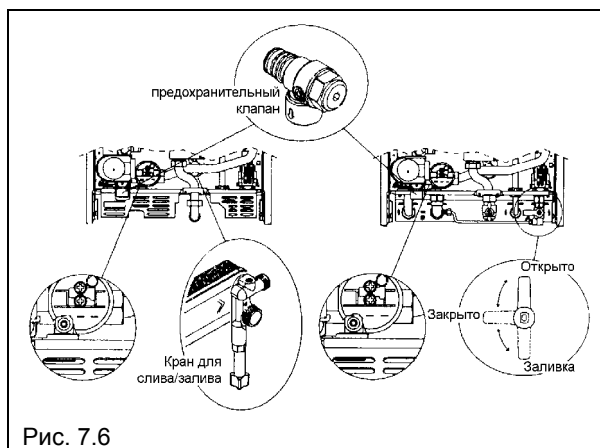
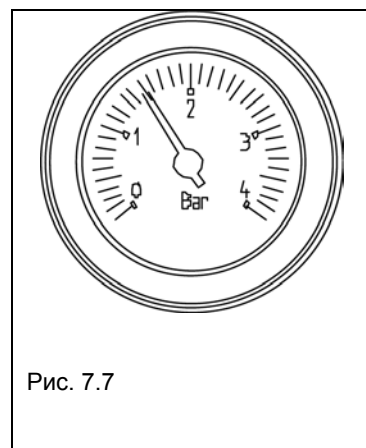

Рис. 7.6
Рис. 7.7
- переведите ручку вентиля на входе холодной воды в положение «caricamento» (заливка) (рисунок 7.6), он должен находиться в этом положении до тех пор, пока расположенный на панели управления манометр (рисунок 7.7) не начнет показывать давление от 0,6 до 1,5 бар.
- после этого переведите рукоятку вентиля на входе воды (рисунок 7.6) в положение «aperto» (открыто);
- переведите ручку вентиля на входе холодной воды в любое положение кроме «заливка» (либо на «открыто» либо на «закрыто») (рисунок 7.6);
- открутите гайку предохранительного клапана (рисунок 7.6) до тех пор, пока из системы не сольется вода;
- поверните кран для заливки воды, который находится справа под опорой гидравлического узла (рисунок 7.6) до тех пор, пока расположенный на панели управления манометр (рисунок 7.7) не начнет показывать давление от 0,6 до 1,5 бар.
- открутите гайку слива предохранительного клапана (рисунок 7.6) до тех пор, пока из системы не сольется вода;
- присоедините к сливному клапану котла (рисунок 7.6) силиконовую трубочку, и откройте клапан с помощью простого гаечного ключа на 11 мм.
- переведите ручку вентиля на входе холодной воды в положение «ЗАКРЫТО» (chiuso) (рисунок 7.6), если в котле можно заливать воду через вентиль на шаблон; либо закройте вентиль на входе сантехнической воды, если в котле есть внутренний вентиль для заливки воды;